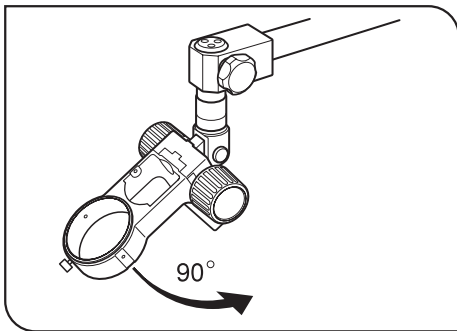

Fig. 11
6. Para cambiar el ángulo del brazo de depósito, afloje el tornillo de ajuste del ángulo del brazo de depósito. (Fig. 11)